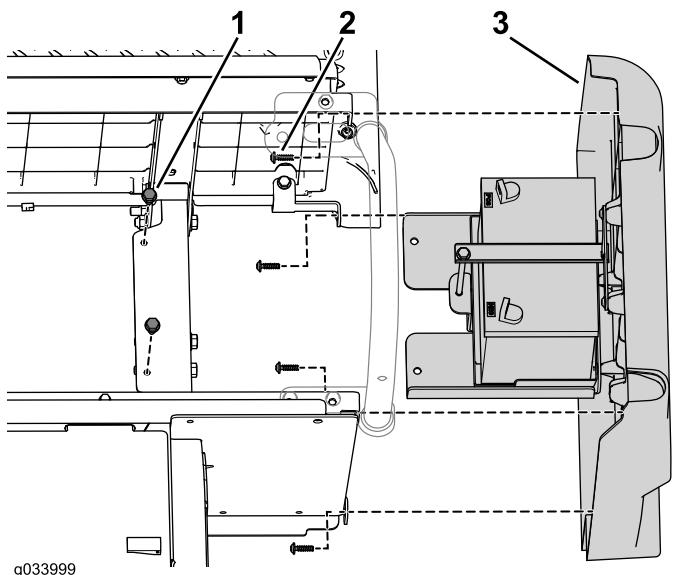

Рисунок 5
2. Выверните два фланцевых болта, которые крепят поддон аккумуляторных батарей к раме (Рисунок 5).
3. Выверните 4 винта, крепящие правую панель к нижнему узлу сиденья (Рисунок 5).